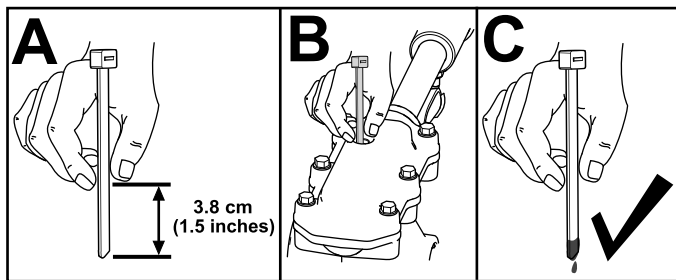

Figura 38
3. Controllate il livello dell'olio utilizzando un dispositivo di misurazione idoneo, come una fascetta per cavi pulita. L'olio deve trovarsi a circa 3,8 cm sotto l'apertura di riempimento (Figura 38).